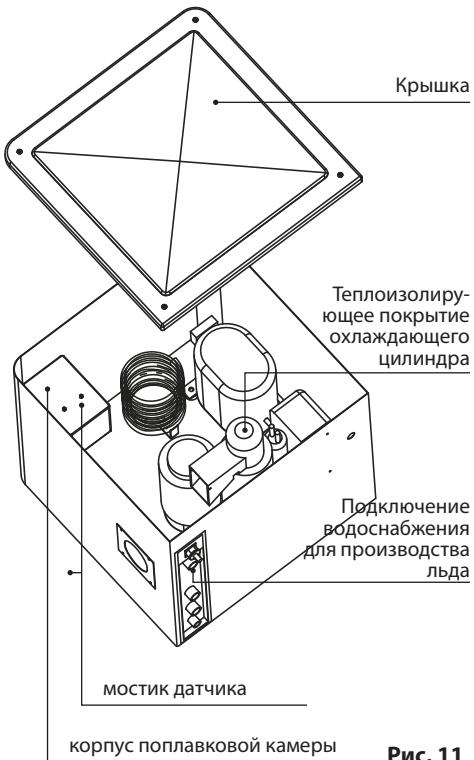

Рис. 11
- Снять крышку поплавковой камеры системы подачи свежей воды. Снять клейкую ленту с корпуса поплавка (если еще таковая осталась) и открыть крышку бака (рис. 11).
- Удалите липкую полоску с корпуса поплавковой камеры и снимите её крышку (рис. 11).